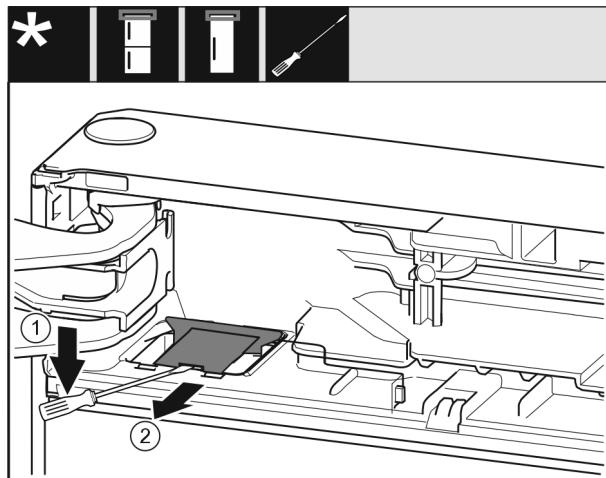

Fig. 10
- Με ίσιο κατσαβίδι ξεκουμπώστε το κάλυμμα και αναμοχλεύστε το. Fig. 10 (1)
- Αφαιρέστε το κάλυμμα. Fig. 10 (2)